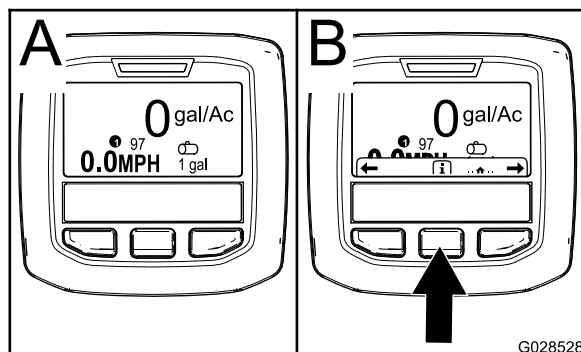

図 50
2. およそ 15 秒後に、ホーム画面に切り替わる。中央のボタンを押すと最初の案内画面になる (図 50)。